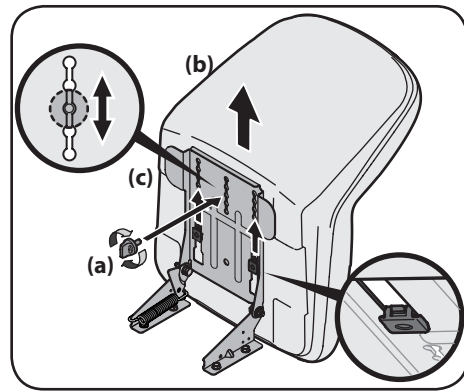

Figura 2-6
3. Deslice el asiento (b) hacia atrás en el soporte de pivote del asiento (c), alineando la ranura trasera central del soporte de pivote del asiento (c) con el orificio restante de la base del asiento (b). Consulte la Figura 2-6.
NOTA: Asegúrese que las dos lengüetas del asiento se enganchan en el soporte de pivote del asiento, como se muestra en el recuadro inferior derecho de la Figura 2-6.
4. Seleccione la posición deseada del asiento (b) y fíjelo con la perilla de ajuste (a) que retiró en el Paso 1. Consulte la Figura 2-6.
- Para ajustar la posición del asiento, retire la perilla de ajuste (a) que está en la parte inferior del asiento (b). Deslice el asiento (b) hacia adelante o hacia atrás, según lo desee. Vuelva a colocar la perilla de ajuste (a). Consulte la Figura 2-6.